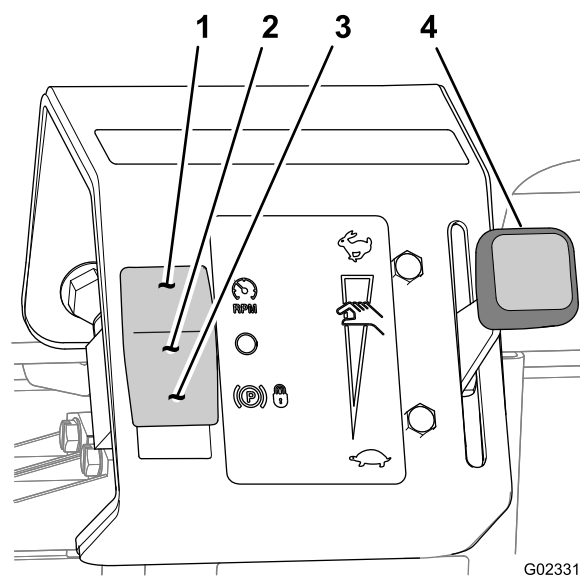

Figura 31
O acelerador manual é utilizado em conjunto com o interruptor de modo para limitar a velocidade máxima do motor ou definir uma velocidade fixa do motor (Figura 31).
O interruptor de modo (Figura 31) é utilizado para controlar o funcionamento do acelerador manual nas seguintes operações:
2. Desloque o acelerador manual para a posição Slow (Figura 31).
3. Pressione o interruptor de modo para a posição de limite de velocidade (Figura 31).
6. Mova o acelerador manual para a posição Fast (Figura 31) até atingir a velocidade desejada.
3. Pressione o interruptor de modo para a posição Off (Figura 31).
3. Pressione o interruptor de modo para baixo para a posição de bloqueio do acelerador (Figura 31).
4. Mova o acelerador manual para a velocidade desejada (Figura 31).
6. Desloque o acelerador manual para a posição Slow (Figura 31).
7. Pressione o interruptor de modo para a posição Off (Figura 31).